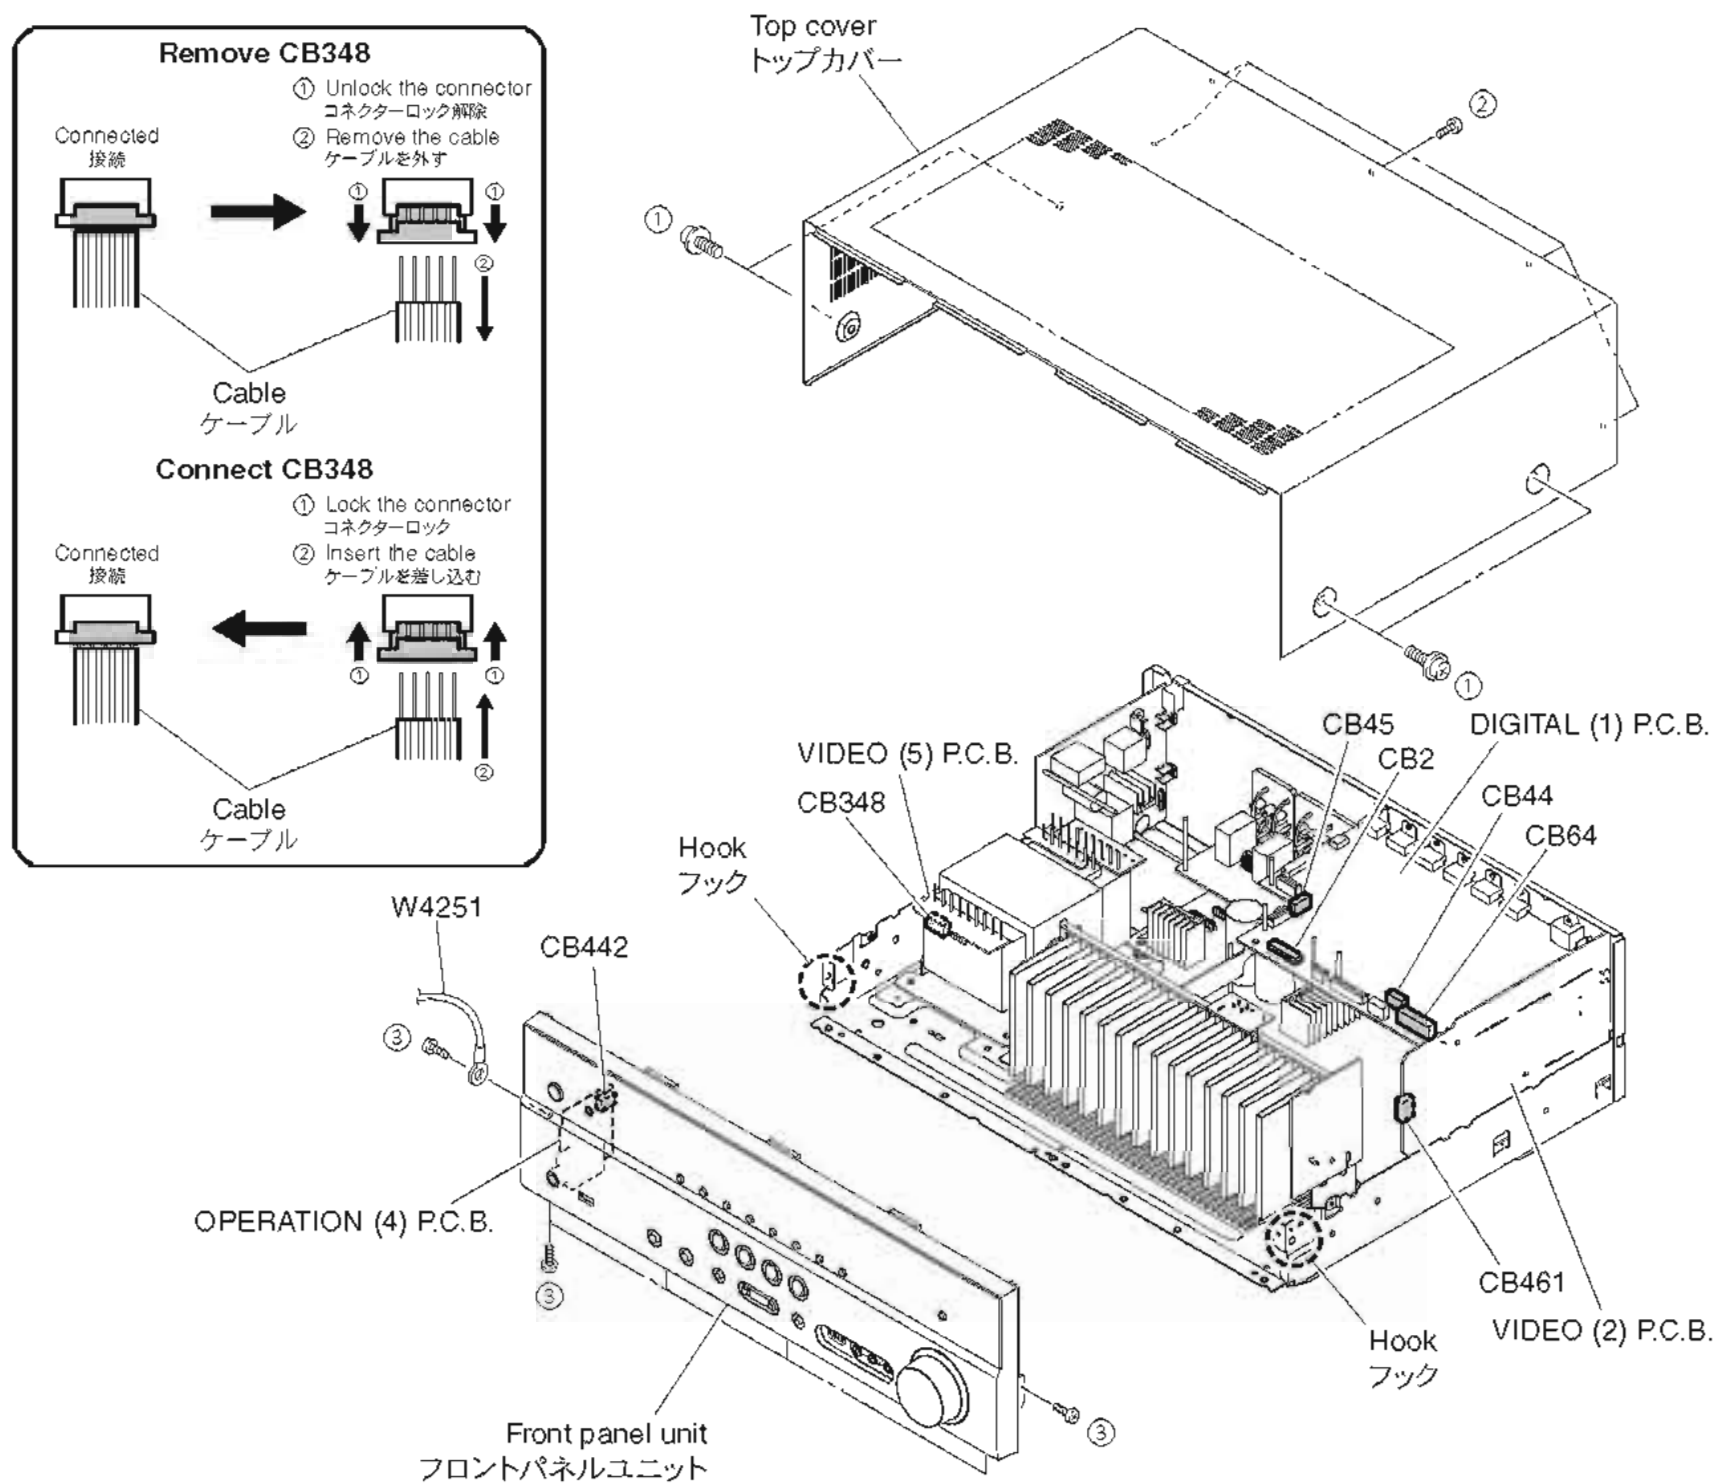

Fig. 1
- a. Remove 4 screws (①) and 5 screws (②). (Fig. 1)
- b. Lift the rear of the top cover to remove it. (Fig. 1)
- a. ①のネジ4本、②のネジ5本を外します。(Fig. 1)
- b. トップカバーの後部を持ち上げ、外します。(Fig. 1)
- a. Remove 7 screws (③), and remove W4251. (Fig. 1)
- b. Remove CB2, CB44, CB45, CB64, CB442 and CB461. (Fig. 1)
- c. Unlock and remove CB348. (Fig. 1)
- d. Release 2 hooks on both ends and remove the front panel unit. (Fig. 1)
- a. ③のネジ7本を外し、W4251を外します。(Fig. 1)
- b. CB2、CB44、CB45、CB64、CB442、CB461を外します。(Fig. 1)
- c. ロックを外し、CB348を外します。(Fig. 1)
- d. フック2箇所を外し、フロントパネルユニットを外します。(Fig. 1)